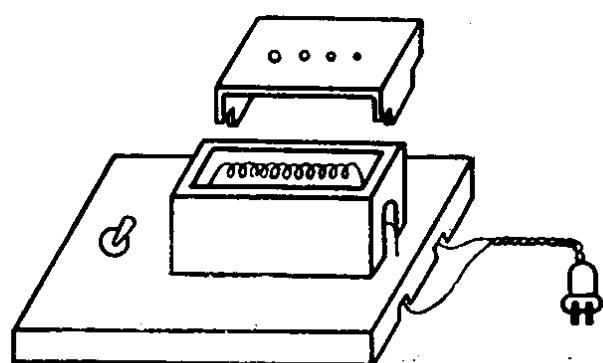

图 1-17 电炉
13. 电炉 (见图 1-17) 摧纵叉的叉瓦锁值不适宜或叉瓦活动时，可用电炉来熔化叉瓦上的虫胶，调整或粘牢叉瓦。